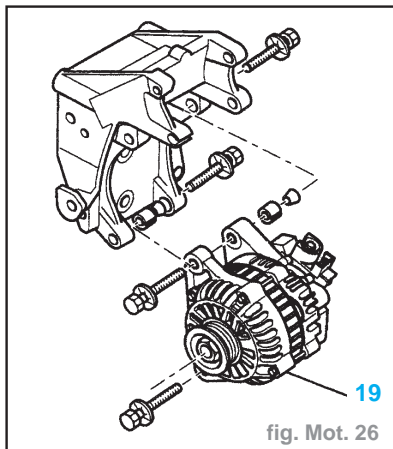

fig. Mot. 26
- les vis (29) à **3 daN.m**
- l'écrou (28) à **6,5 daN.m**
- le support bac batterie (27)
- les fixations (26), serrer à **1,9 daN.m**
- Reposer l'alternateur (19) (fig. Mot. 26).